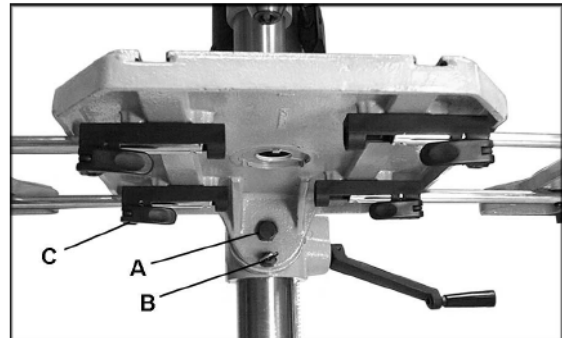
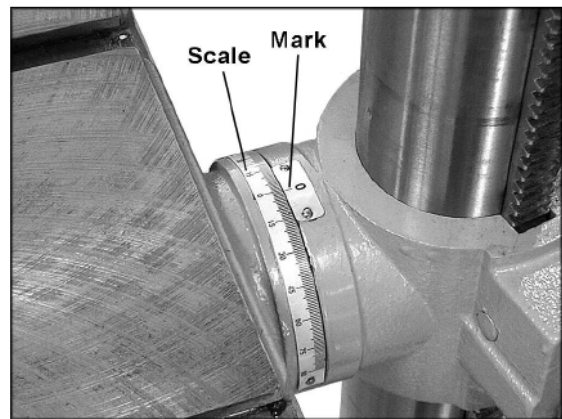

Рис. 15
Рис. 16
1. Чтобы наклонить стол, ослабьте болт (А, Рис. 15) и вытащите штифт (В, Рис. 16). Положения стола 0°, 45° и 90° фиксируются.
2. Установите стол под нужным углом, выровняв градусную шкалу на столе с линией на кронштейне стола. (Рис. 16).
3. Затяните болт (А, Рис. 15).
Ослабьте рукоятки (С, Рис. 15) и выдвиньте расширения стола, затем затяните рукоятки.